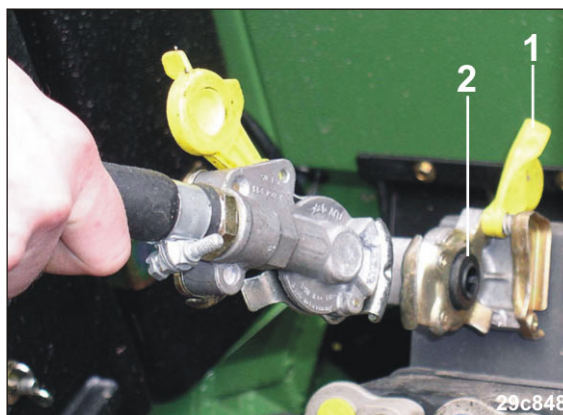

Рис. 134
2. Откройте крышку (Рис. 134/1) соединительных головок на тракторе.
5. Зафиксируйте соединительную головку тормозной магистрали (жёлтого цвета) надлежащим образом в муфте с жёлтой маркировкой (Рис. 134/2) на тракторе.